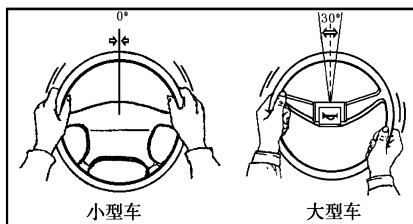

图 1-7
• 检查转向盘是否灵活自如,自由转动量是否符合要求(图 1-7);